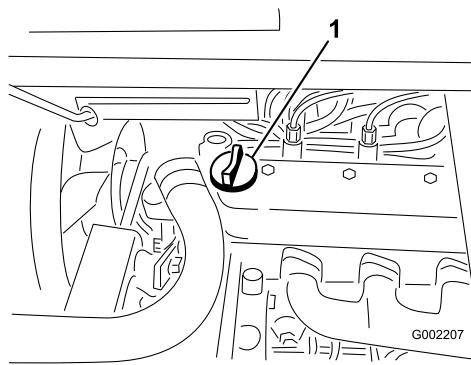

Bild 17
3. Wenn der Ölstand niedrig ist, nehmen Sie den Deckel des Einfüllstutzens von der Ventilabdeckung ab (Bild 17) und füllen Sie Öl auf, bis der Ölstand die Vollmarke am Peilstab erreicht. Angaben zur richtigen Ölsorte und zur Viskosität finden Sie unter „Warten des Motoröls“ unter Warten des Motors, Seite 36. Gießen Sie Öl langsam ein und prüfen Sie den Ölstand häufig während des Füllens. Füllen Sie nicht zu viel ein.